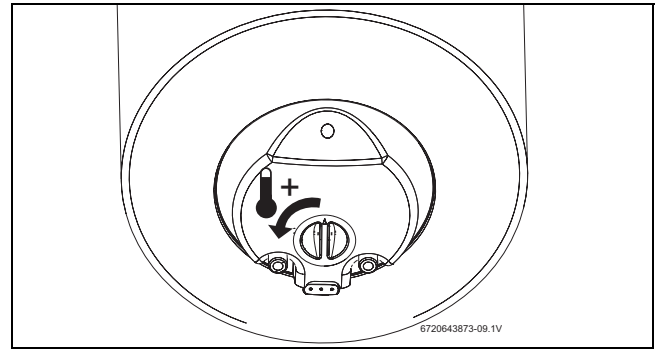

Fig. 10 Aumentar a temperatura
- ▶ Posicionar o termostato na posição máxima de temperatura, rodar o selector de temperatura para a esquerda até ao batente (→ Fig. 10).